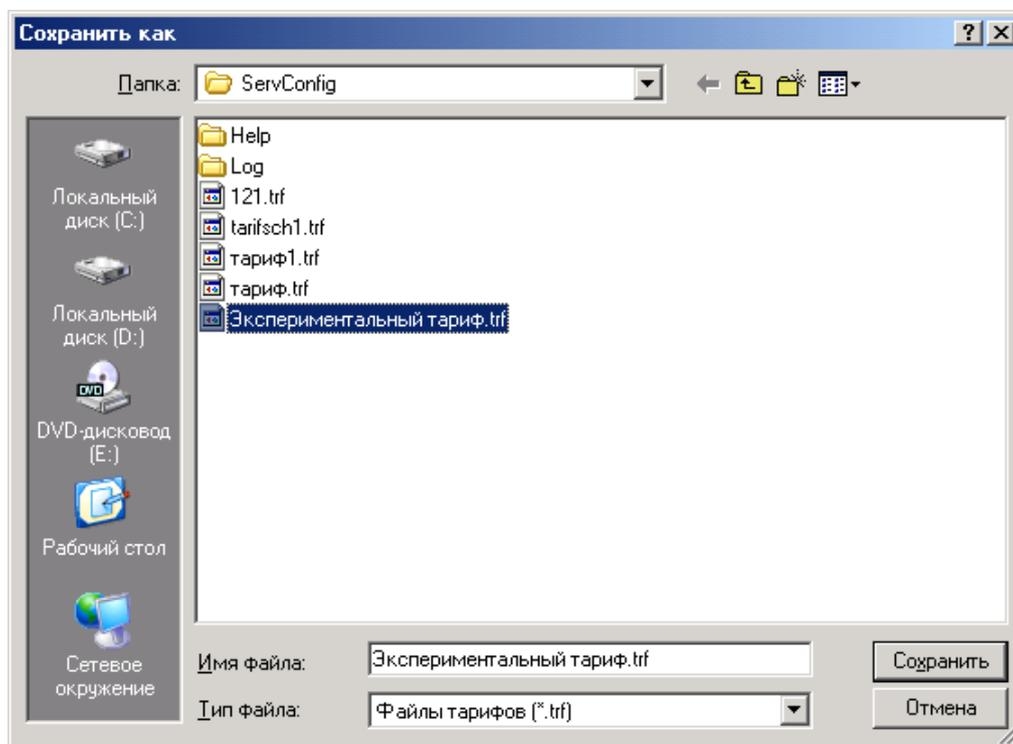

Рисунок 3.34
3.3.7.7 Для записи отредактированного тарифного расписания в счетчик на панели *Тарифное расписание* следует нажать кнопку *Записать*, а для сохранения тарифного расписания в файл – кнопку *Сохранить тарифное расписание в файл* и в открывшемся окне *Сохранить как* (рисунок 3.34) указать имя файла.